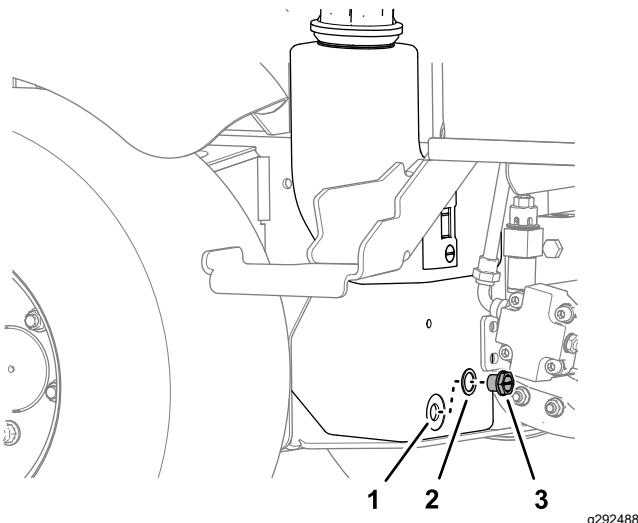

Bild 72
- Legen Sie eine Ablaufwanne unter den Hydraulikölbehälter, entfernen Sie die Ablassen des Hydraulikölbehälters und lassen Sie das Hydrauliköl vollständig ablaufen (Bild 72).